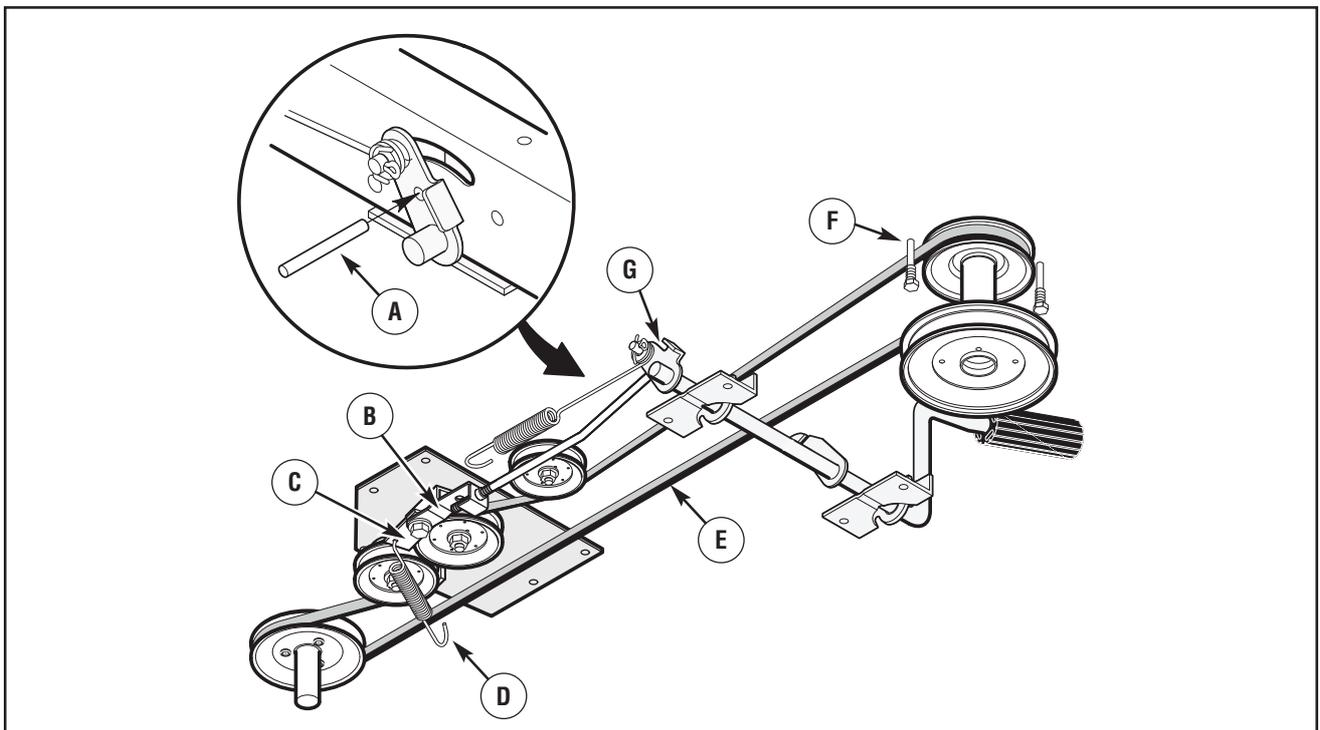

Figura 25: Regolazione della cinghia di trazione
3. Allineare il foro della **leva del freno** con il foro del telaio. Tenere ferma la **leva del freno** con un **perno** o un **bullone da 6 mm (1/4 di pollice)** (figura 25).
6. Rimuovere il **perno** o **bullone da 6 mm (1/4 di pollice)** (figura 25).